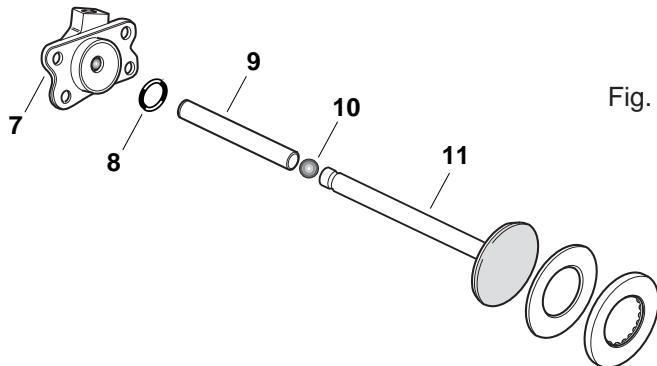

Fig. 55
5. Montare l'asta frizione (9), la sfera Ø 8 (10) ed il piattello disinnesto frizione (11). (fig.55)
5. Fit the clutch lever (9), the ball Ø 8 (10) and the clutch release plate (11). (fig.55)
5. Den Kupplungshebel (9), die Kugel Ø 8 (10) und die Ausrückplatte montieren (11). (Abb. 55)
5. Monter la tige d'embrayage (9), la bille Ø 8 (10) et le plateau de débrayage (11). (fig.55)